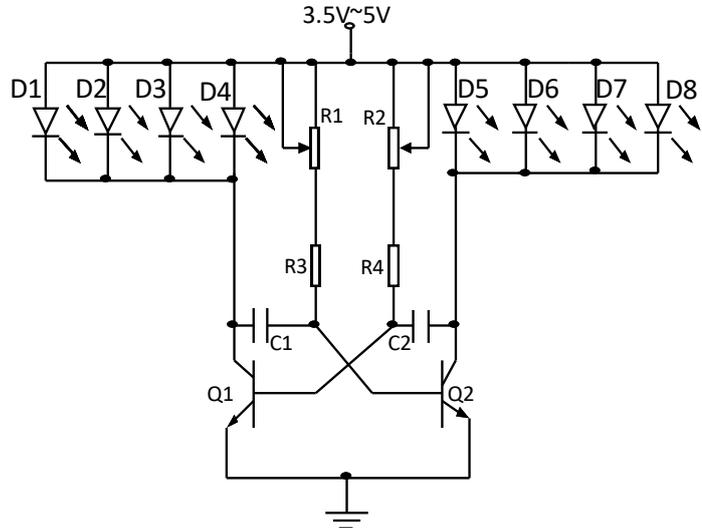

图 5-1 广告灯电路
**二、设计原理** 广告灯电路如图 5-1 所示，电路图是左右对称。其中通过改变滑动变阻器阻值的大小来改变闪烁的交换的速度及周期。电路接通电源，若  $Q2$  导通（饱和），其集电极电位为低（近似为零）由于电容器的电压不会突变（接通电源瞬间电容两端的电压为零）， $Q1$  截止，右边一组灯点亮，左这一组灯熄灭；同时电源通过  $R2$ 、 $R4$  及导通的三极管  $Q2$  对电容充电，随着充电过程的进行，三极管  $Q1$  基极的电位升高从而使三极管  $Q1$  快速进入饱和导通，同时三极管  $Q2$  基极电位下降使其截止，电路状态转变为左边一组灯点亮，右这一组灯熄灭。电路循环上述过程，从而实现接通电源广告灯的左右两组发光二极管的持续交换闪烁。